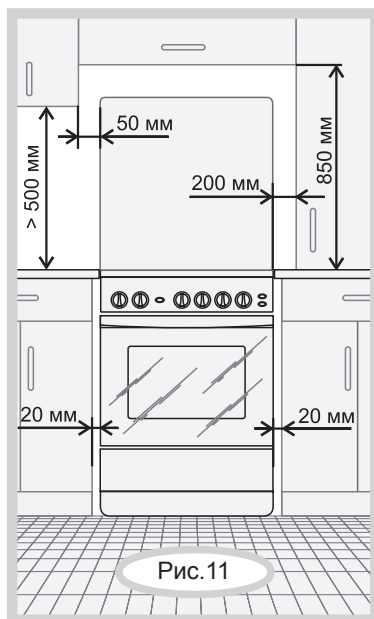

Рис.11
- Расстояния, которые необходимо выдержать при установке плиты, показаны на рис.11. Задняя стенка плиты должна отстоять от поверхности стены не менее чем на 50 мм. Уровень варочной поверхности плиты должен быть не ниже уровня столешницы. Торцы мебели на уровне варочной поверхности стола защитить металлическими накладками.